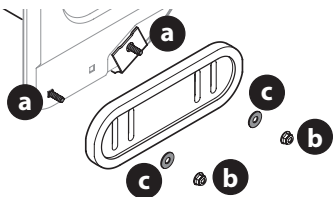

Figure 71
2. Faites pivoter le patin et fixez-le avec les boulons de carrosserie (a) (deux de chaque côté), les écrous à bride hexagonaux (b) et les rondelles plates (c). Voir (Figure 71).